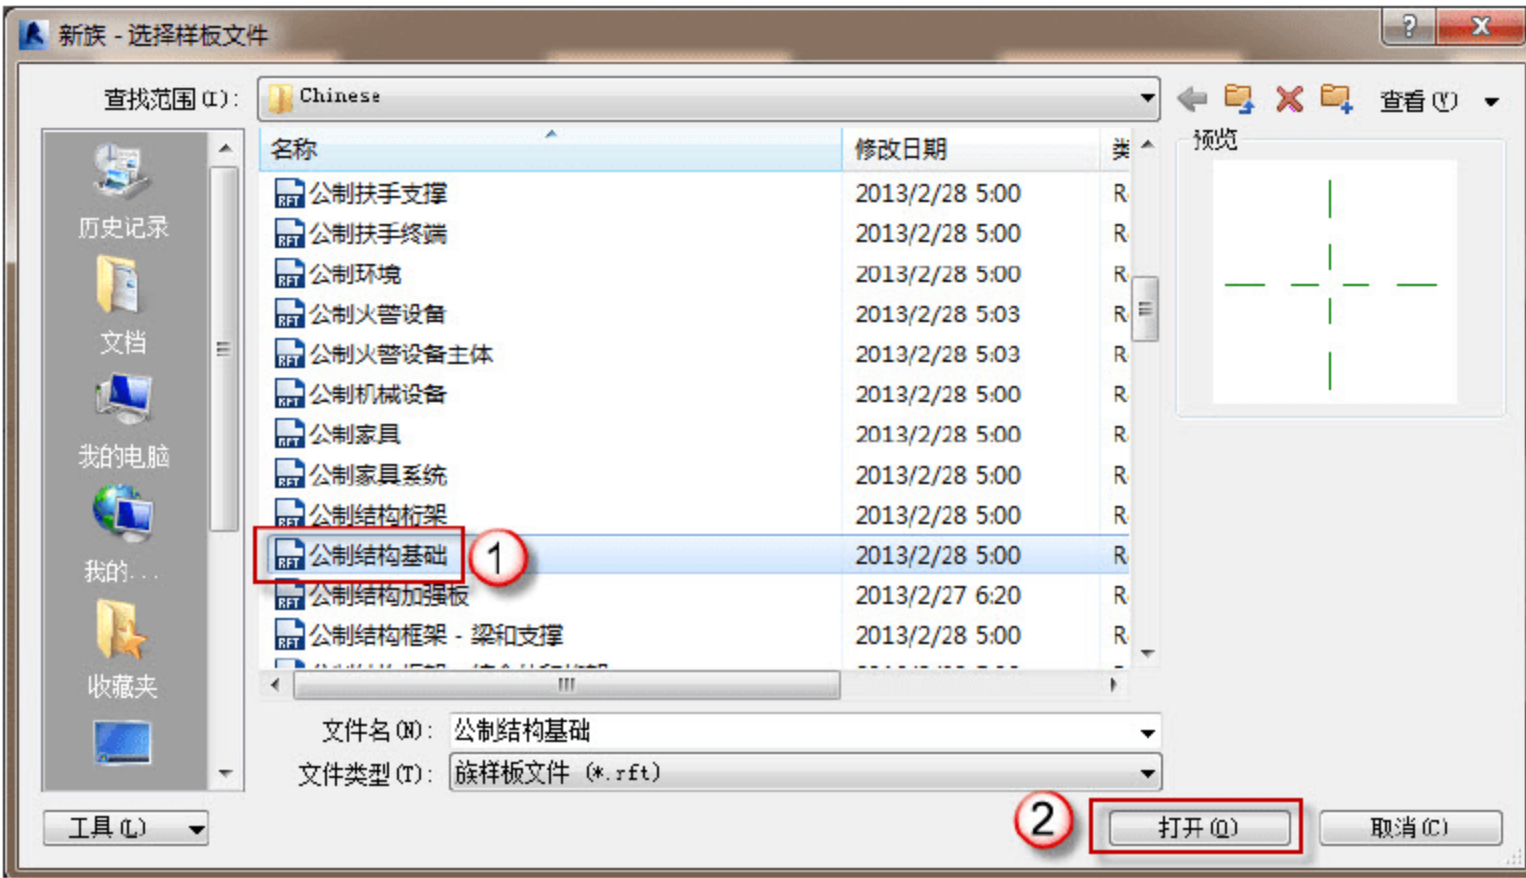

图 2.1.39 新建族
(1) 新建族。选择“新建”→“族”命令，在弹出的“新族-选择样板文件”对话框中，选择“公制结构基础”选项，单击“打开”按钮，如图 2.1.39 所示。
(2) 定义承台长和宽。在“楼层平面”视图中，按快捷键 R+P，绘制任意一个辅助平